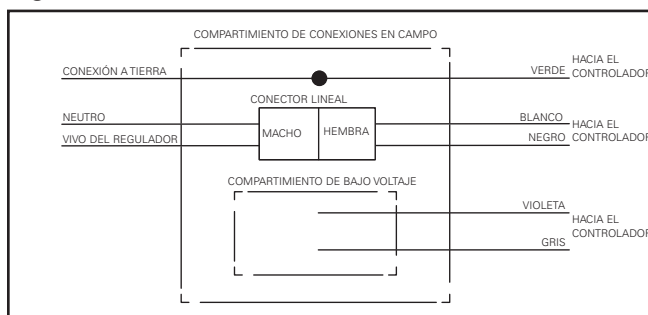

Figura 10.
- c. Para un regulador Lutron de dos hilos, utilice el cable negro en el compartimiento de conexiones en campo para el cable vivo del regulador (Figura 10.).